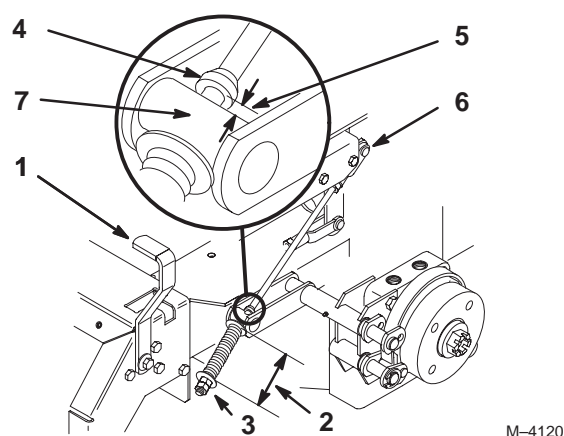

Figure 58
2. Mesurez la longueur du ressort. Il doit atteindre 70 mm entre les rondelles (Fig. 58).
3. Si un réglage est requis, desserrez l'écrou de blocage situé sous le ressort et serrez l'écrou directement au-dessous de la chape (Fig. 58). Vissez l'écrou jusqu'à ce que le ressort ait la longueur voulue. Serrez les deux écrous ensemble et répétez la procédure de l'autre côté de la machine.
6. Mesurez la distance entre le galet de tourillon et le collier sur la tige de frein. Elle doit être comprise entre 5 et 7 mm (Fig. 58).
7. Si un réglage est requis, desserrez l'écrou de blocage situé juste au-dessous de la chape. Tournez les écrous de réglage inférieurs jusqu'à obtention de l'écart voulu (Fig. 58). Serrez l'écrou de blocage à la chape.